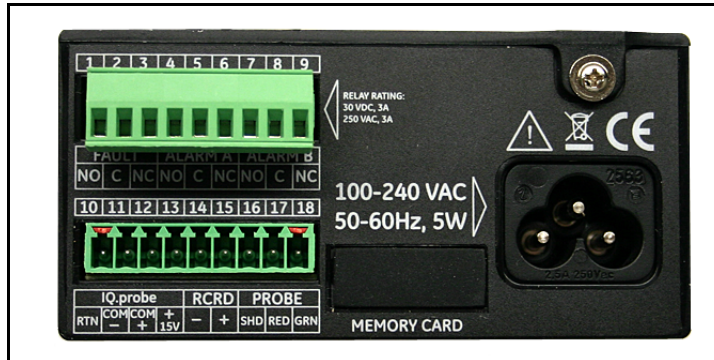
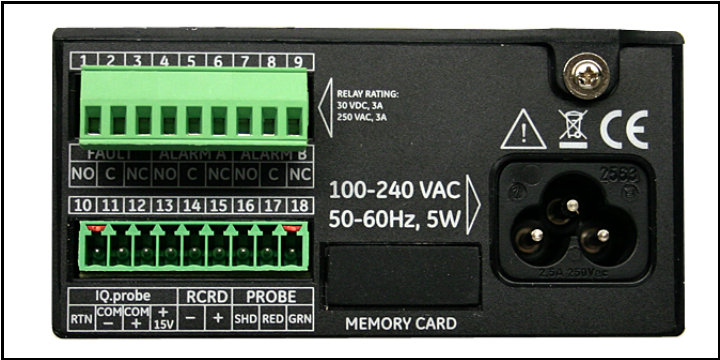

Figure 22: Unterer Stecker entfernt
Figure 27: Unterer Stecker entfernt
2. Ziehen Sie den Stecker von der unteren Klemmenleiste an der Rückseite des **dew.IQ** ab (siehe *Figure 22* unten).
2. Ziehen Sie den Stecker von der unteren Klemmenleiste an der Rückseite des **dew.IQ** ab (siehe *Figure 27* unten).
Beachten Sie *Table 2* unten, um den analogen Schreiber an die Stifte 14 und 15 an der unteren Klemmenleiste und an der Rückseite des **dew.IQ** anzuschließen (siehe *Figure 22 on page 20* oder *Figure 27 on page 23*).